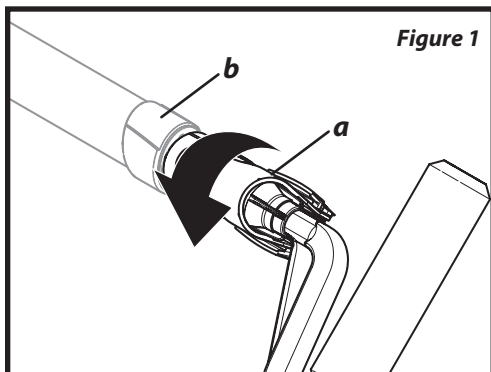

Figure 1
1. Remove the trigger housing (a) from the paint tube (b) by turning it 1/4 turn (figure 1).
1. Retirez le boîtier de la détente (a) du tube de peinture (b) en le tournant 1/4 de tour (figure 1).